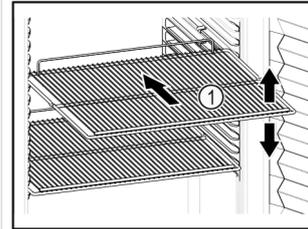

Fig. 58
- q Wenn Abstellroste Fig. 58 (1) versetzbar sind, je nach Höhe anpassen.